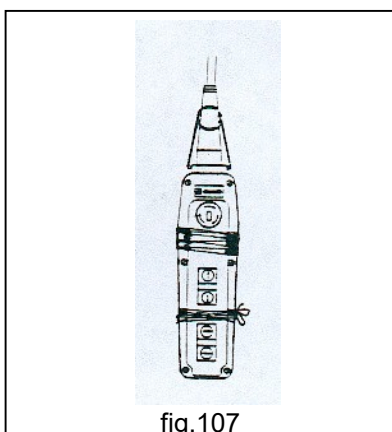

fig.107
- **NUNCA** realice reparaciones provisionales o intervenciones de restablecimiento no conformes a las instrucciones (fig.107).